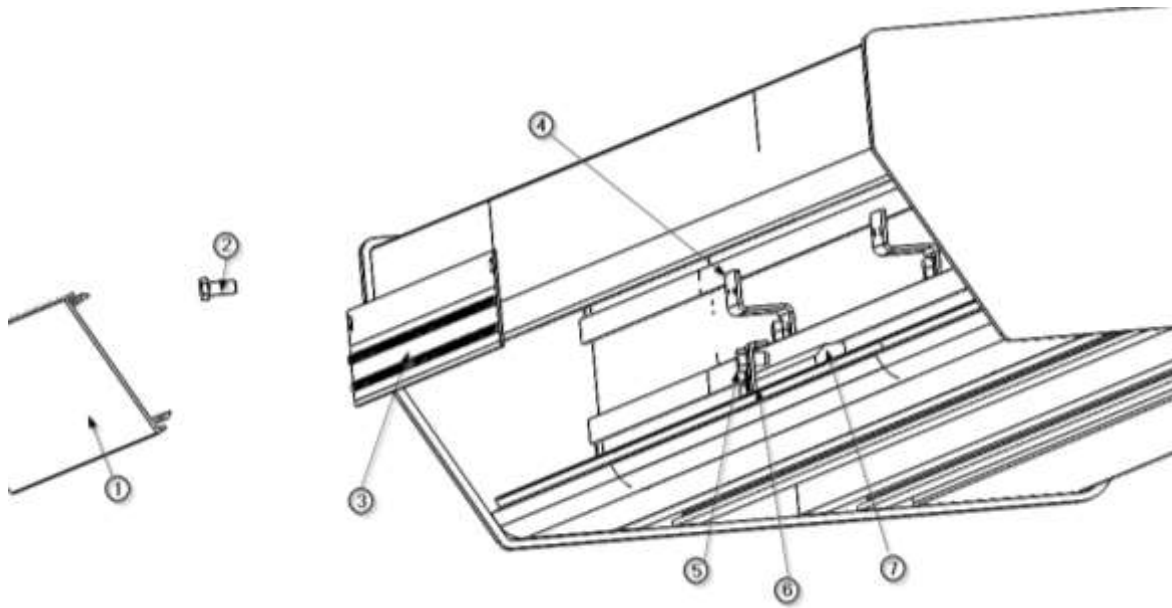

Fig. 6 Vervanging van direct licht
- Om de remkracht op de rotatieas te vergroten, draait u de rotatieremhendel met de klok mee, zoals aangegeven in afbeelding 6.
- Om de remkracht op de rotatieas te verminderen, draait u de rotatieremhendel tegen de klok in, in tegenstelling tot wat wordt aangegeven in afbeelding 6.
- Om de remkracht op de translatie-as te vergroten, draait u de rotatie-remhendel met de klok mee, zoals aangegeven in afbeelding 6.